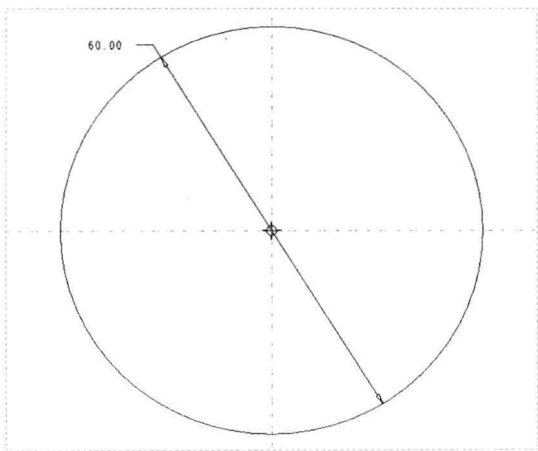

图 18-62 绘制截面 1
Step 01 按【Ctrl+N】组合键，新建零件文件。在“功能区”选项板的“模型”选项卡中，单击“形状”面板中的“拉伸”按钮 ，弹出“拉伸”选项卡；在绘图区选择 TOP 基准平面作为草绘平面，进入草绘环境，单击“草绘”选项卡中的相应按钮，绘制截面，如图 18-62 所示。